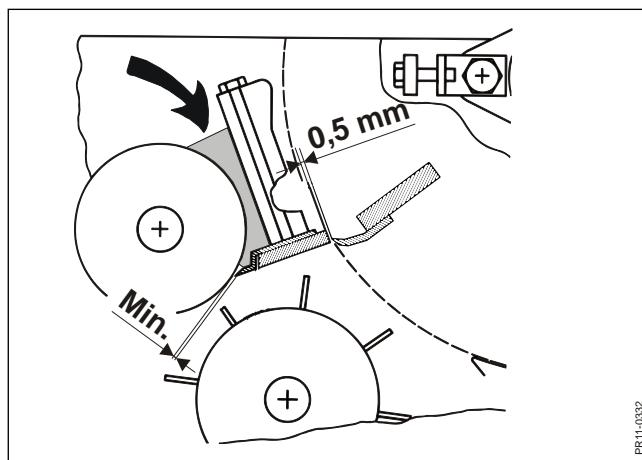

Fig. 4-6
**Fig. 4-6** Under visse forhold kan afgrødemasse (små partikler) høbe sig op i det skraverede område og pakkes så tæt, at dette kan medføre overbelastning af transmissionen der driver valserne.